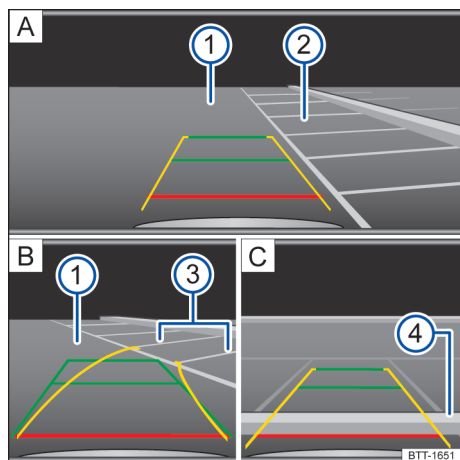

Fig. 128 Exibição do display do sistema Infotainment: estacionar com a câmera de marcha a ré.
Legenda para → Fig. 128:
- Posicionar o veículo em frente à vaga de estacionamento → Fig. 128 **A** **2**.
- Dirigir de modo que as linhas amarelas conduzam à vaga de estacionamento. As linhas verdes e amarelas devem coincidir com as linhas de limitação laterais → Fig. 128 **B** **3**.
- Parar quando a linha vermelha alcançar o limite traseiro → Fig. 128 **C** **4**.